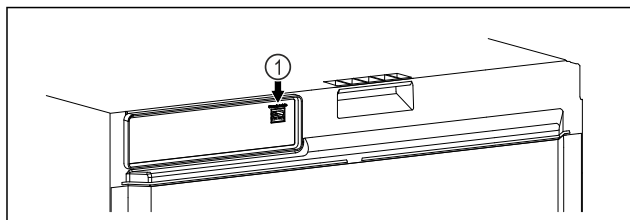

Fig. 116
- ❑ SmartModule Fig. 116 (1) è inserito.